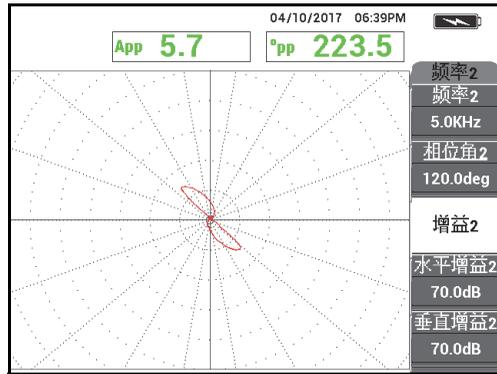

图 5-168 1.3 毫米穿壁孔的频率 2 扫查信号
6. 只对 1.3 毫米的穿壁孔慢慢地扫查, 根据要求按“清屏”脚踏开关, 以清除屏幕上的内容。当 NORTEC 600 仪器屏幕上出现了孔的信号时, 按冻结键 (  ) (参见第 230 页的图 5-168)。